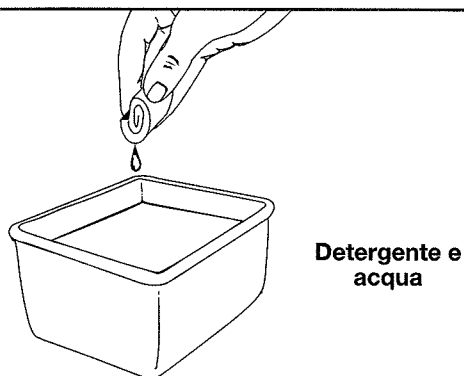

Fig. 25
3. Lavare il filtro con del detergente e dell'acqua (Fig. 25). Sciacquarlo delicatamente e sgocciolarlo. Lasciarlo asciugare completamente.